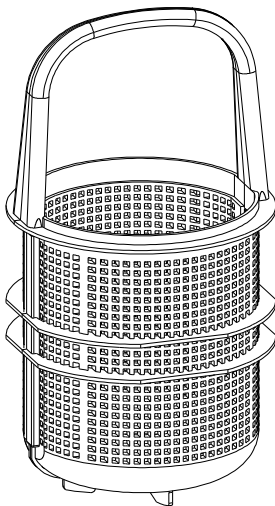

Abb. H-1: Haar- und Faserfänger
6. Um die Reinigung zu erleichtern, kann der Haar- und Faserfänger zur Hälfte geöffnet werden (siehe Abb. H-1).